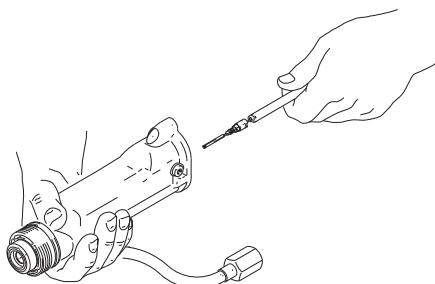

図 32. 流体ニードルの交換
7. 流体ニードルアセンブリをガンバレルに取り付けます。2 mm のボールエンドレンチ (45) でニードルを押し込み、締め付けます。図 32 を参照してください。
8. スプリング (5) を取り付けます。
9. スプリングキャップ (31) を取り付けます。接地スプリング (6) が適切な場所にあることを確認してください。はまるまで締めます。**締め過ぎないでください。**
10. バレル (1) を取り付けます。43 ページ。